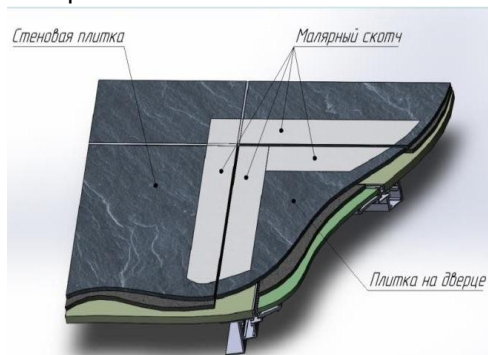

Рисунок 3 – Наклейка малярного скотча
6. Заполните шов по периметру створки герметиком, совпадающим по цвету с затиркой (см. рисунок 3).